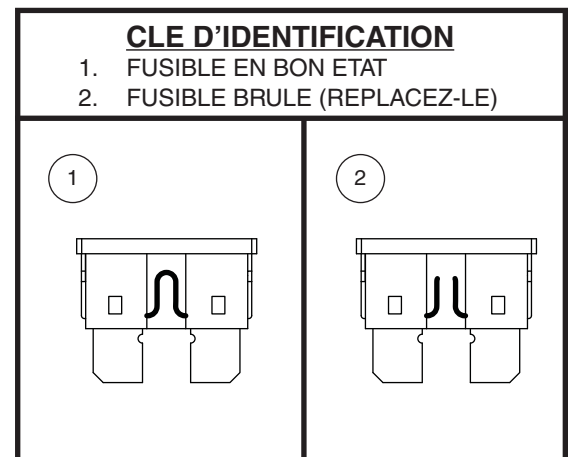

Figure 29. Le remplacement des fusibles
2. Examinez-le pour vérifier s'il est brûlé. **Voir la figure 29.**